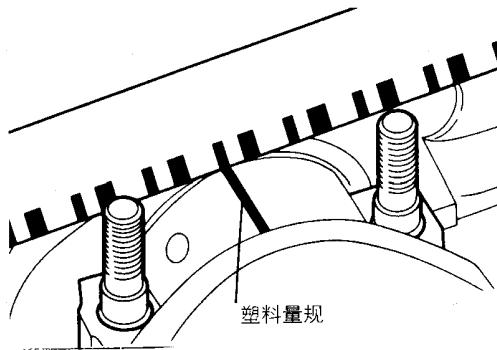

图 2-88 测量出连杆轴承间隙
(1) 目测检查轴承表面有无不均匀接触面、条状擦伤、刮痕和卡住现象。如果损伤明显应予以更换。若条状擦伤和卡住严重, 则还应检查轴, 如果曲轴上出现损伤, 则应更换曲轴或重磨曲轴减小尺寸继续使用。
(2) 测量连杆轴承内径和曲柄销外径, 计算出连杆轴承间隙。也可按图 2-88 所示, 用塑料量规直接测量出连杆轴承间隙。连杆轴承间隙标准值为 0.014~0.050mm, 极限值为 0.10mm。如果连杆轴承间隙超出极限值, 有必要时应更换轴承和曲轴。或者重磨曲轴减少尺寸使用, 此时应同时换用小尺寸轴承。